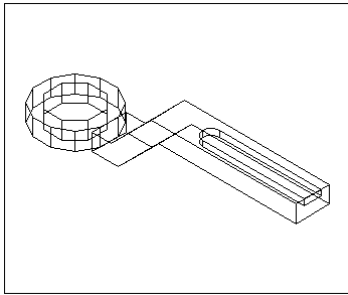

图 16-17
(15) 单击  按钮或者执行 Drawing→Region 命令, 将上述多义线区域面化。
(16) 生成实体。单击  按钮或者在命令行直接输入 extrude, 将上述多义线区域拉伸为 15 的实体。
(17) 差集处理。单击  按钮或者在命令行直接输入 subtract, 从手柄上减去上述实体, 结果如图 16-17 所示。